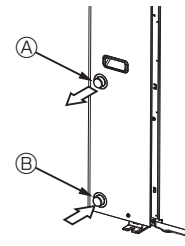

Fig. 4-1
### 4.1. Conexión de las tuberías del agua (Fig. 4-1)
- La posición de las tuberías de entrada y salida se muestra en la Fig. 4-1.
[Fig. 4-1]